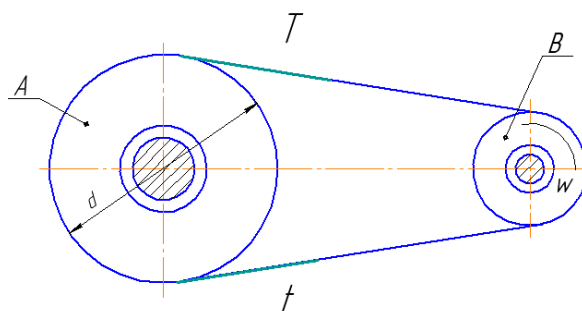

Рисунок 3. Исходная схема
1. Ознакомится с заданием рисунок 3.